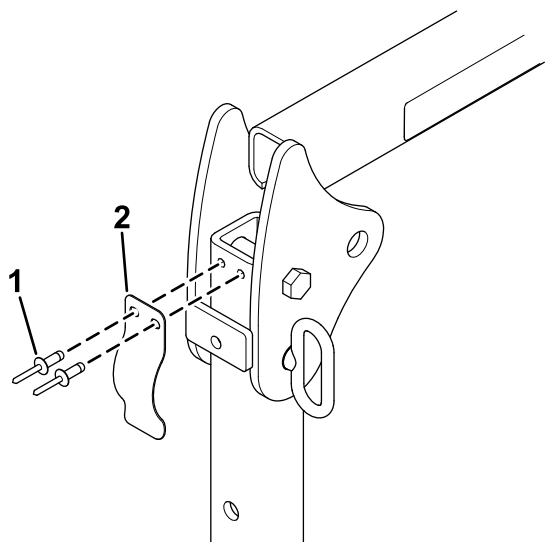

Figura 22
1. Con il roll bar in posizione abbassata, rimuovete le molle a balestra antirumore (Figura 22) da ciascun lato del roll bar.